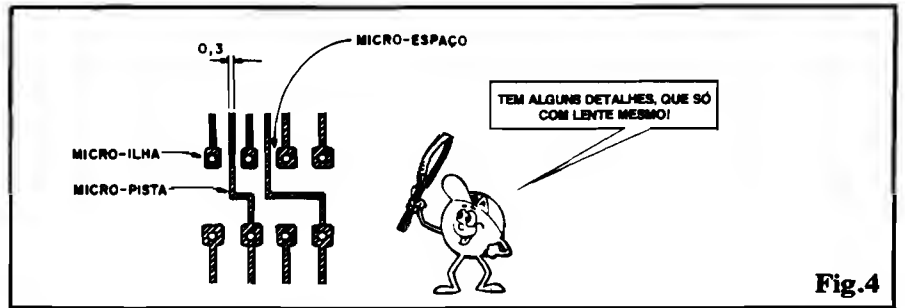

Fig.4
- FIG. 4 - MICRO-PISTAS, MICRO-ILHAS E... MICRO-ESPAÇOS... Já que falamos em "micro-pistas", vamos ampliar um pouco o assunto: em alguns **lay outs** específicos de Circuito Impresso, é tão complexa a rede de inter-conexões necessárias, que às vezes pistas estreitíssimas são obrigadas a passar por **entre duas ilhas adjacentes** (a propósito, O Leitor/"Aluno", por mais que tente, **não conseguirá** fazer uma traçagem dessas "à mão"! O uso de decalque específico, aqui, absolutamente obrigatório...). Quando tal necessidade se verifica, as ilhas próximas têm suas larguras intencionalmente reduzidas (transformando-se em micro-ilhas...), "dando espaço" para a